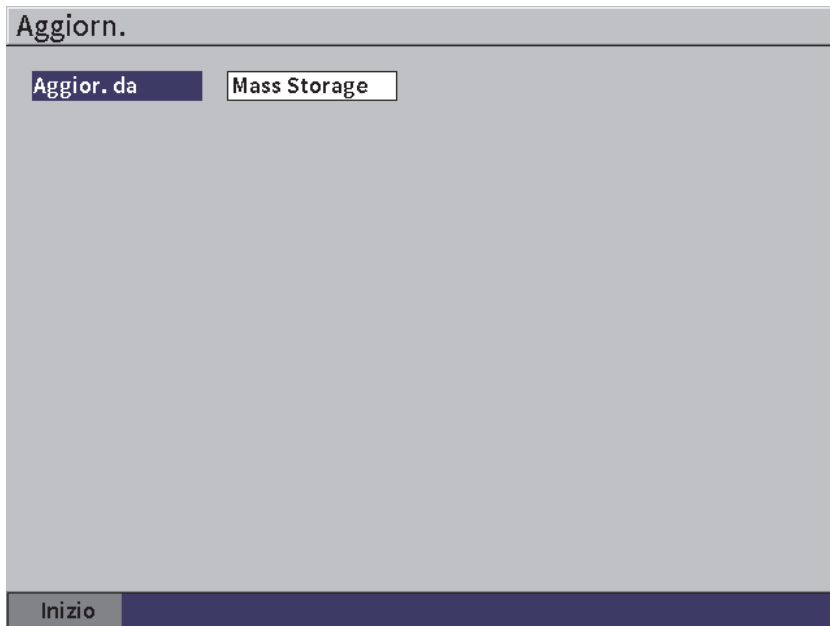

Figura 5-14 Pagina configurazione Aggiornamento
1. Selezionare l'icona **Aggiorn.** (aggiornamento) [] per aprire la pagina di configurazione **Aggiorn.** (vedere Figura 5-14 a pagina 77).